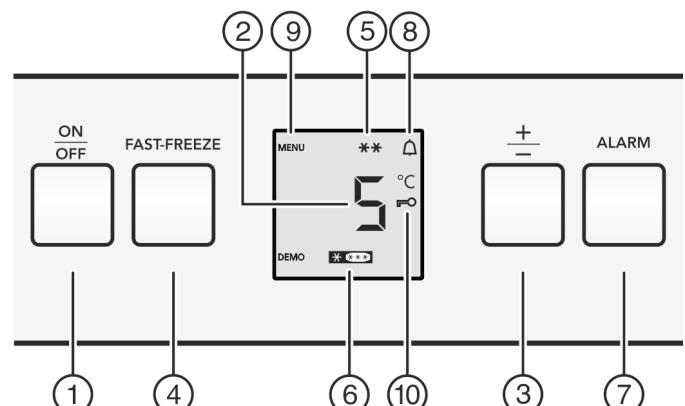

Fig. 2
- Taste On/Off Fig. 2 (1) drücken.
- Taste Fast-Freeze Fig. 2 (4) ca. 5 Sekunden drücken.
- In der Anzeige wird das Symbol Menu Fig. 2 (9) angezeigt.
- Mit der Taste Fast-Freeze Fig. 2 (4) kurz bestätigen.
- Das Symbol Kindersicherung Fig. 2 (10) leuchtet in der Anzeige.
- Die Taste On/Off Fig. 2 (1) kurz drücken.
- Taste Alarm Fig. 2 (7) drücken.
Gleichzeitig blinks die Temperaturanzeige und das Symbol Alarm Fig. 2 (8).
Der Tonwarner verstummt automatisch, das Symbol Alarm Fig. 2 (8) geht aus und die Temperaturanzeige hört auf zu blinken, wenn die Temperatur wieder ausreichend kalt ist.
- Temperaturfunktion aufrufen: Die Einstelltaste “+/-” Fig. 2 (3) drücken.
- Temperatur in 1 °C -Schritten ändern: Einstelltaste “+/-” Fig. 2 (3) so oft drücken, bis die gewünschte Temperatur in der Temperaturanzeige leuchtet.